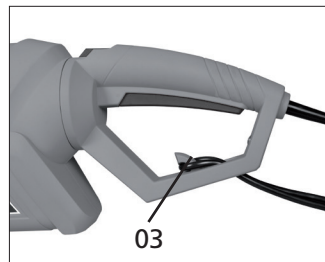

Fig. 05
2) Em seguida encaixe no fixa cabo 3 (Fig. 05).